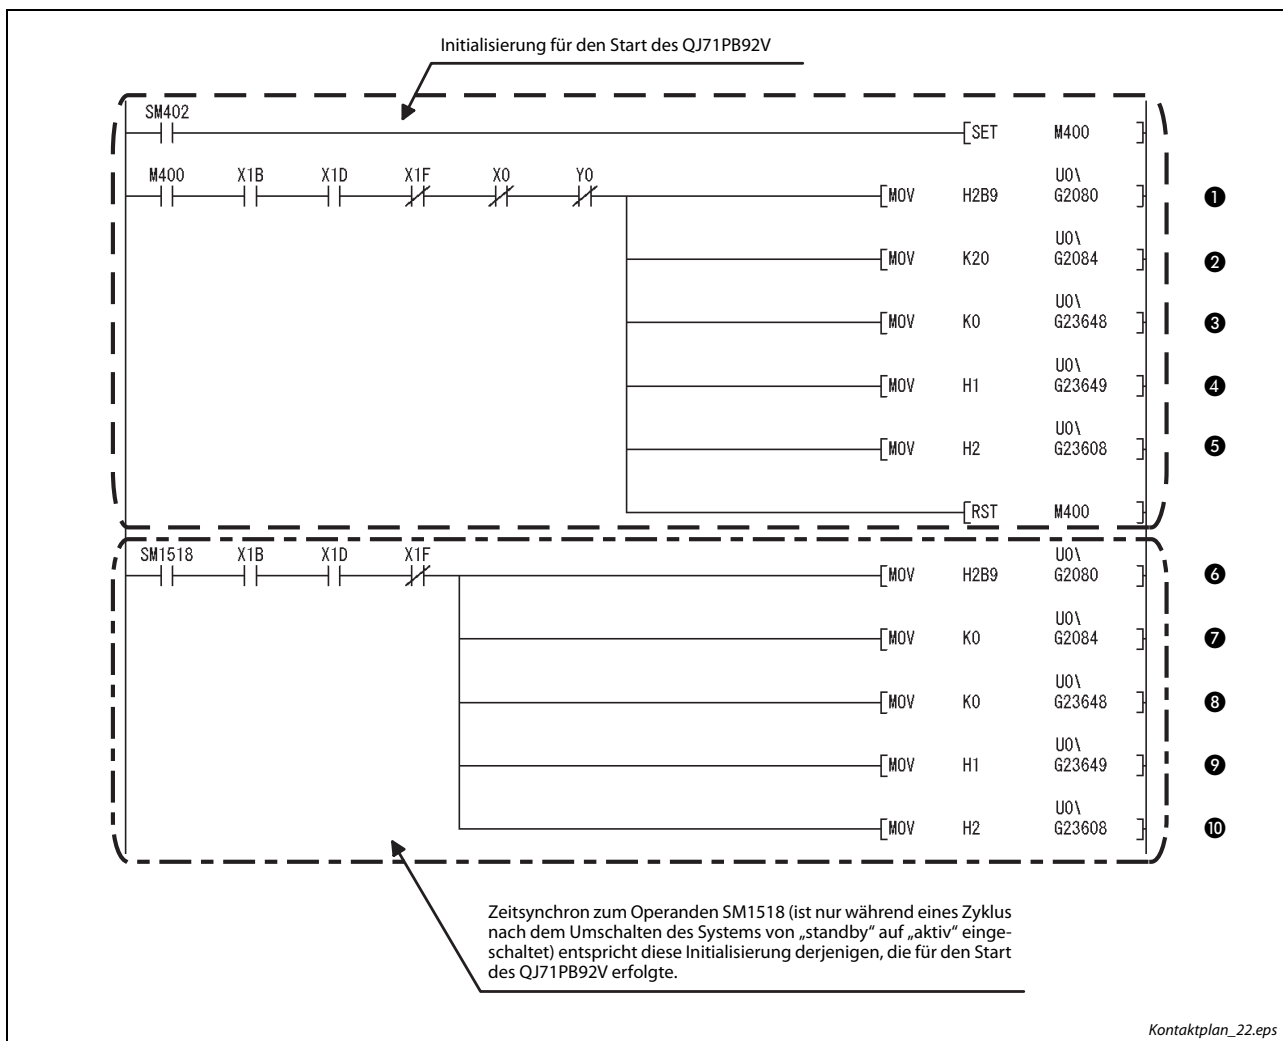

Abb. 8-32: Kontaktplan zur Initialisierung
Tab. 8-77: Beschreibung des Kontaktplans in Abb. 8-32
Um die Systemumschaltung aufgrund eines DP-Slave-Fehlers nach einer erfolgten Systemumschaltung sofort wieder zu ermöglichen, muss die Anlaufzeit für die Unterdrückung von Diagnosemeldungen in Speicherzelle U0\G2084 auf „0“ eingestellt werden. (Siehe Abb. 8-32, Schritt ❷)